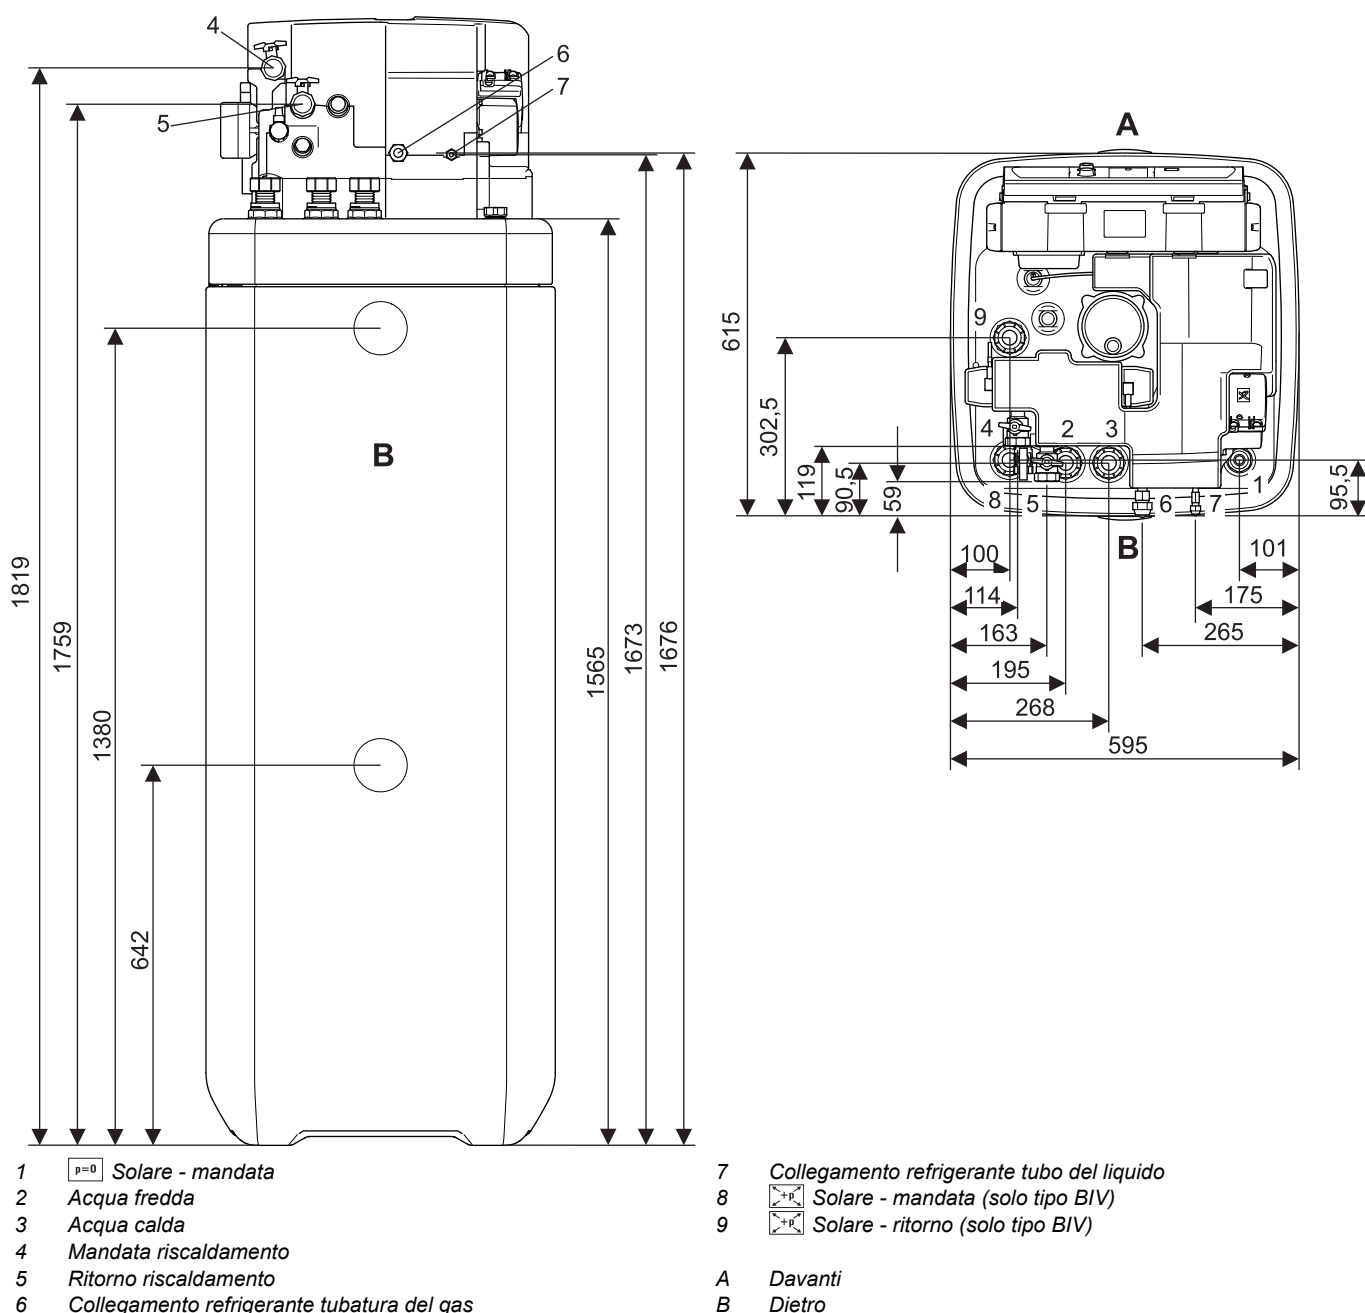

Fig. 4-1 Collegamenti e dimensioni HPSU compact 304/308 (in generale)
Se sullo **scambiatore di calore** per il caricamento del bollitore **Drucksolar** (fig. 4-1 / fig. 4-2, pos. 8+9) viene collegato un **riscaldatore esterno** (es. caldaia a legna), è possibile che la HPSU compact venga danneggiata o subisca danni irreparabili a causa di una temperatura di mandata eccessiva.